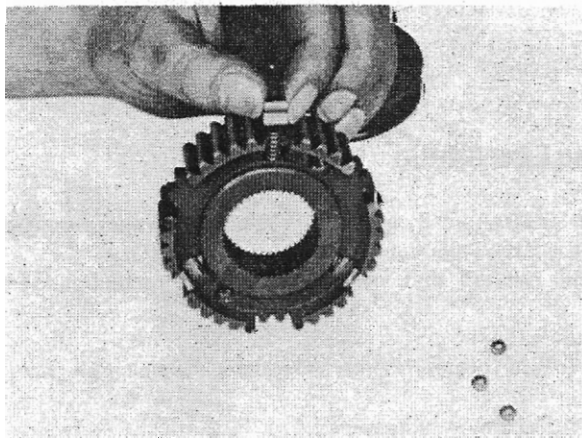

Abb. 23
b) Schieber (406) über die Federn legen (Abb. 23).